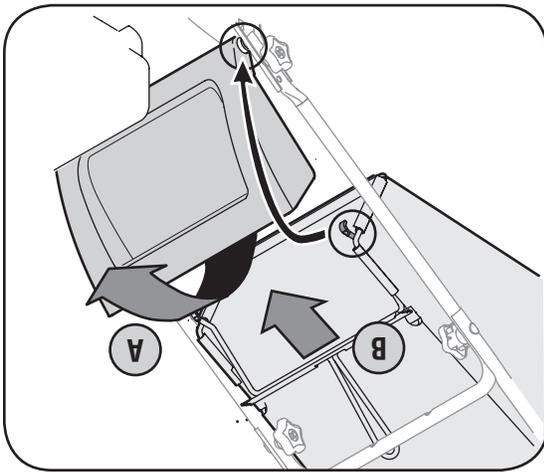

Figure 3-5
- b. Placez le sac à herbe sur la tige de pivotement. Lâchez le clapet pour qu'il repose sur le sac à herbe. Voir la Figure 3-5.